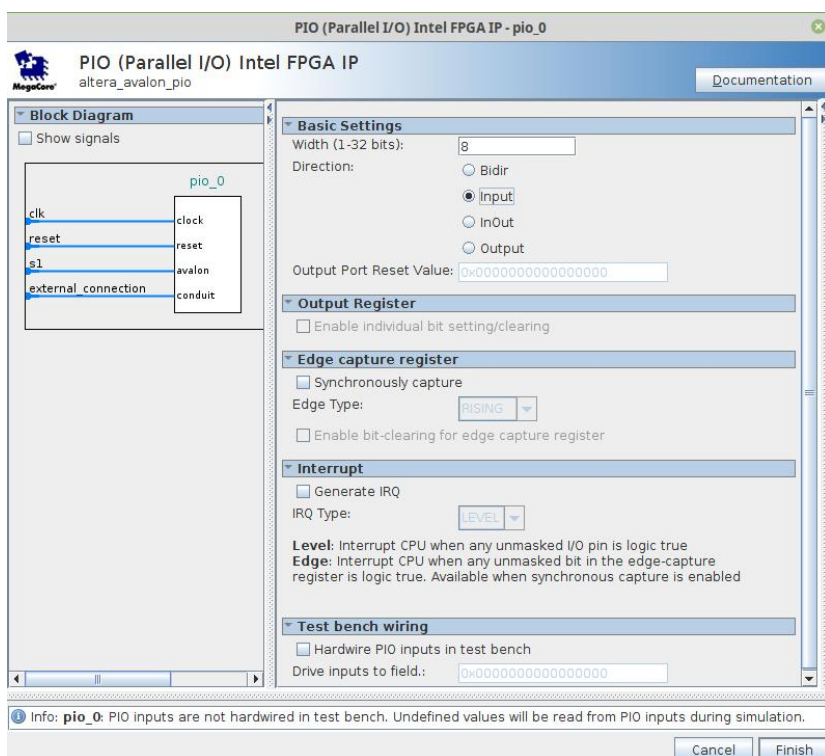
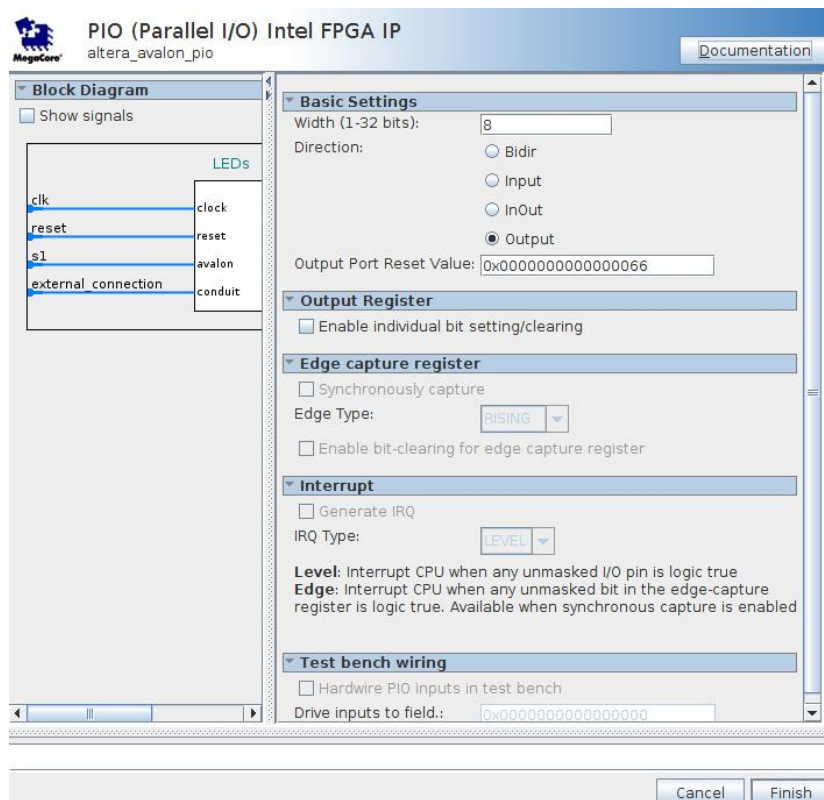

Рис. 11. Налаштування порту введення
Рис. 12. Налаштування порту виведення
6. Додайте два 8-бітні порти введення/виведення. Для цього оберіть *IP Catalog* → *Library* → *Processors and Peripherals* → *Peripherals* → *PIO (Parallel I/O) Intel FPGA IP* та натисніть *Add*. Налаштуйте їх так, як зображено на рис.11 та рис.12.